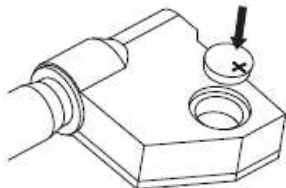

рис. 2
- Вставьте батарею CR2032 в батарейный отсек, положительная сторона батареи (+) должна быть обращена наружу (рис. 2).